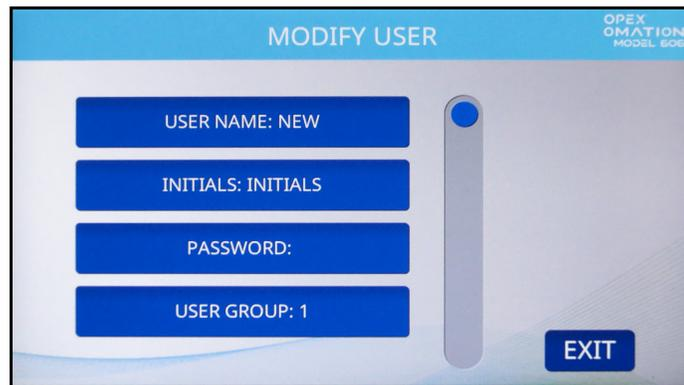

Abbildung 6-37: Bildschirm „Benutzer ändern“
4. Der Bildschirm **MODIFY USER (BENUTZER ÄNDERN)** wird angezeigt (Abbildung 6-37). Konfigurieren Sie die Parameter des Benutzers nach Bedarf. Diese Parameter sind im Folgenden aufgeführt.